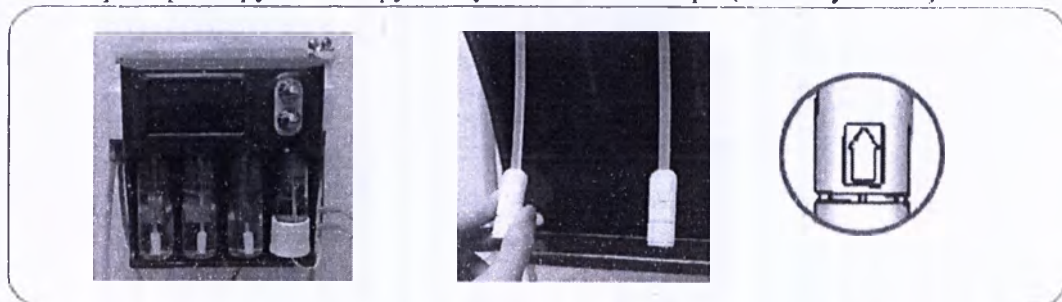

Рисунок 29 – Установка фильтров на трубки для подачи растворов
- 12) На каждую трубку, которая погружается в флакон с раствором, установите фильтр, который фиксируется на трубке путем нажатия вверх (см. Рисунок 29)
14) Устанавливайте фильтр таким образом, чтобы стрелка на нем указывала вверх (см. Рисунок 29).